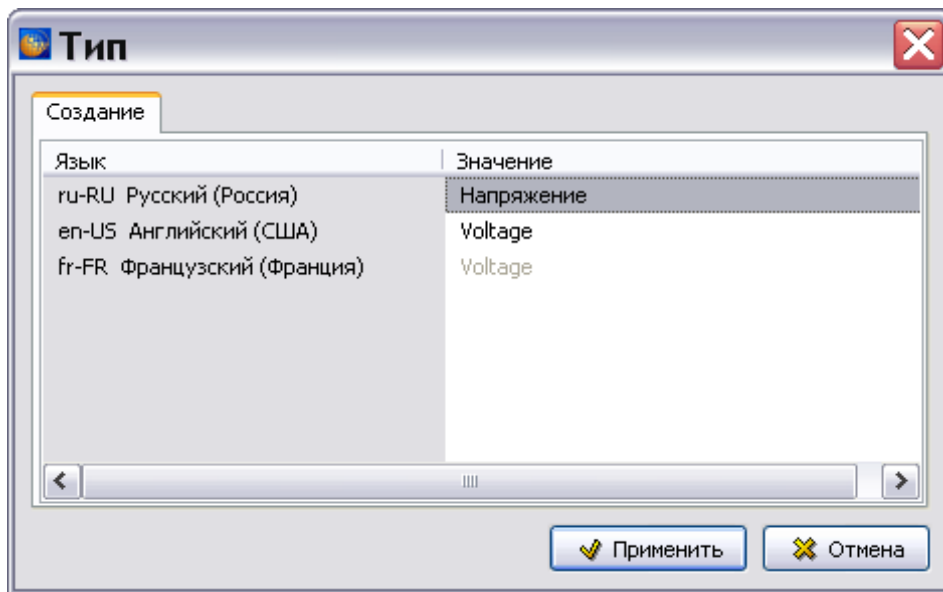

Рисунок 131
- Нажатие на кнопку **Добавить**  приводит к открытию окна **Тип**, в которое вводятся параметры нового типа единиц измерения (рисунок 131).